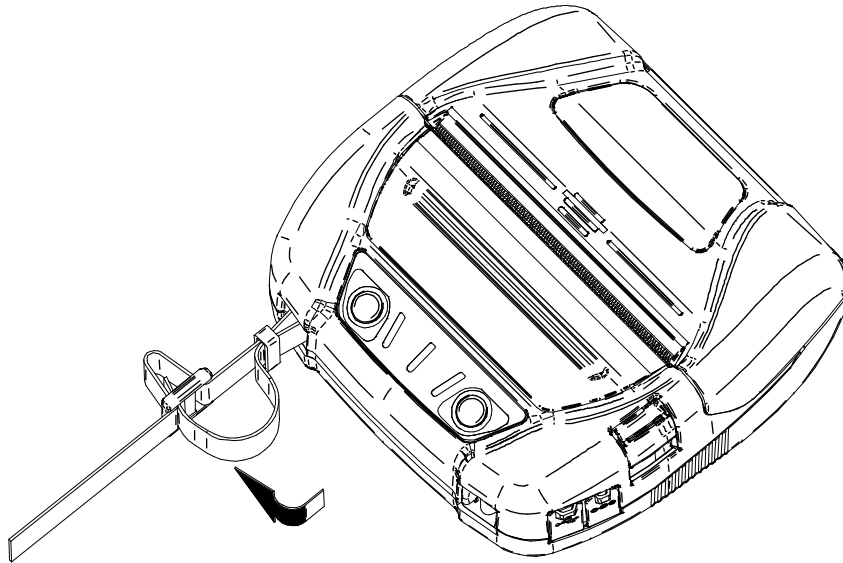

Abbildung 14-6 Anbringung des Schulterriemens (3)
- (3) Führen Sie wie in Abbildung 14-6 gezeigt das Ende des Schulterriemens durch das weiter vom Drucker entfernte Einstellloch.